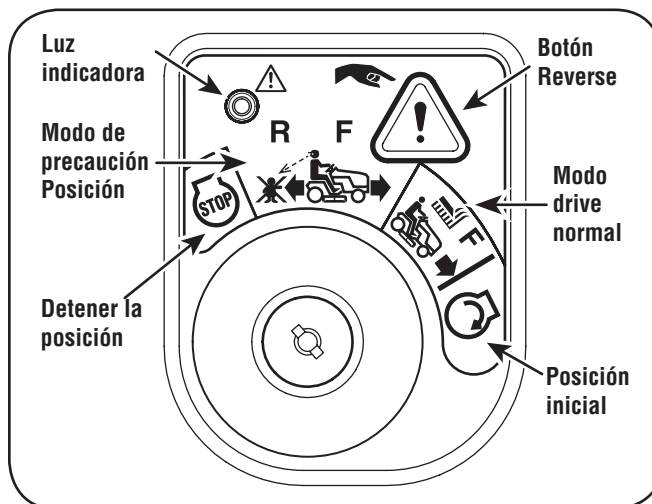

Figura 5-1
2. Gire la llave de la siega NORMAL (verde) la posición en el modo de PRECAUCIÓN INVERSOR (Amarillo) la posición del módulo de interruptor de llave. Véase la Figura 5-1.
3. Presione el botón PUSH INVERSOR (Orange, botón triangular) en la esquina superior derecha de la tecla de módulo de conmutación. La luz indicadora de color rojo en la parte superior izquierda del módulo de conmutación clave será ON mientras activado. Véase la Figura 5-1.